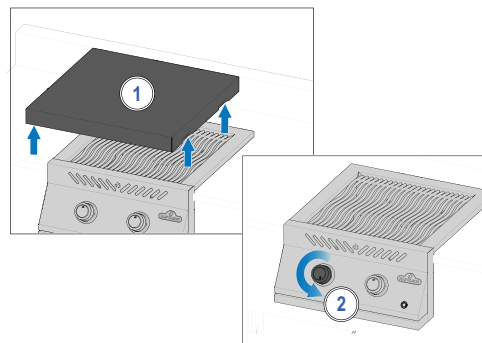

Abb. 2
4. Falls der Brenner nicht zündet, drehen Sie den Bedienknopf im Uhrzeigersinn zurück auf AUS. Warten Sie fünf Minuten. Wiederholen Sie Schritt 2 und 3. **(Abb. 2).**